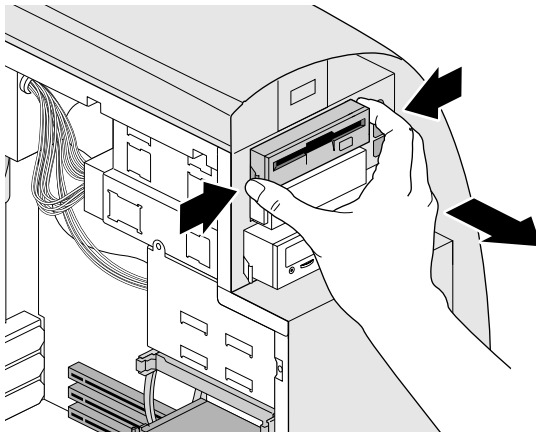

图 4-8 拆除可拆除介质驱动器
5. 从驱动器的前部夹住其两侧滑轨上的标签，然后将驱动器拉出。具体操作如图 4-8 所示。